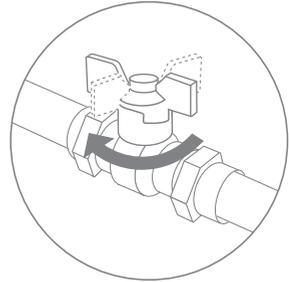

Рис. 6
1. Перекройте подачу холодной воды к месту подключения (рис. 6) и сбросьте давление воды в магистрали водопровода, открыв вентиль смесителя.